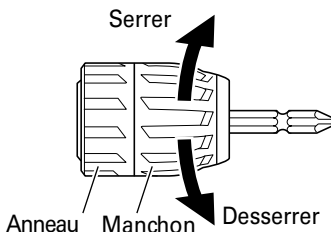

Fig. 9
- (1) Montage de la foret Après avoir mis un foret de tournevis etc dans le mandrin sans clé, maintenir fermement l'anneau et serre le manchon en le tournant vers la droite (dans le sens des aiguilles d'une montre, vu de l'avant) (Voir en Fig. 9).